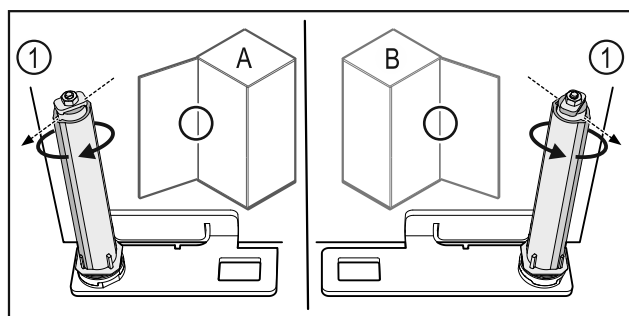

Fig. 56 Vänsterhängd (A)/högerhängd (B)
- ▶ Vrid låssystemet mot motståndet, tills låssystemets klack Fig. 56 (I) är vänd utåt.